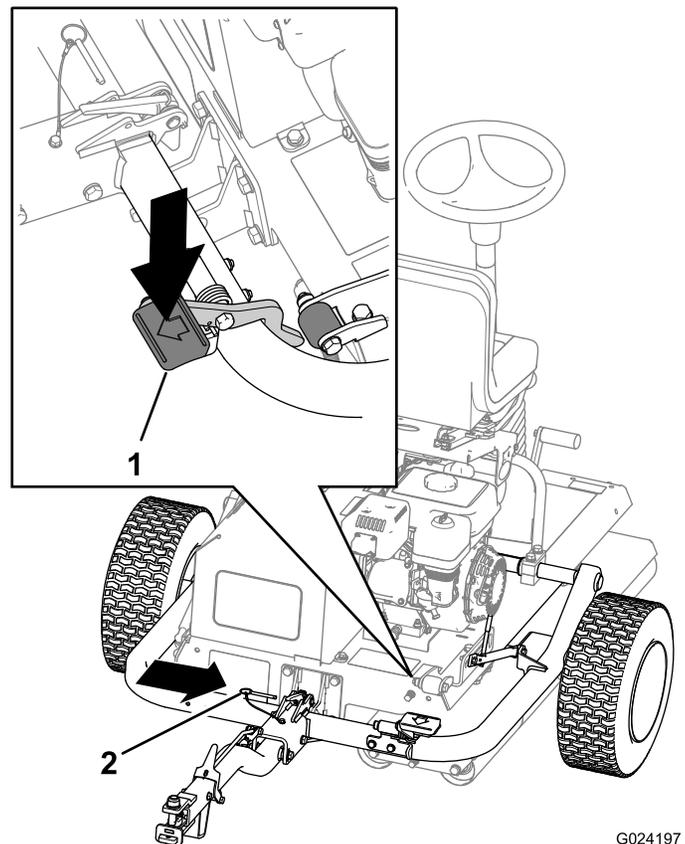

Figura 27
- C. Pise o pedal do engate até o engate ficar bloqueado no lugar (Figura 27).
- D. Insira o pino de bloqueio (Figura 27).